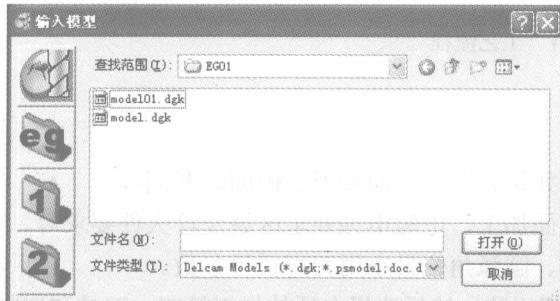

图 1-22 “输入模型”对话框
1) 在“PowerMILL 资源管理器”对话框中用鼠标右键单击“模型”→“输入模型”命令，将弹出如图 1-22 所示的对话框，在此对话框内选择附盘文件“\Examples\EG01\model01.dgk”，单击“打开”按钮，输入图形文件。